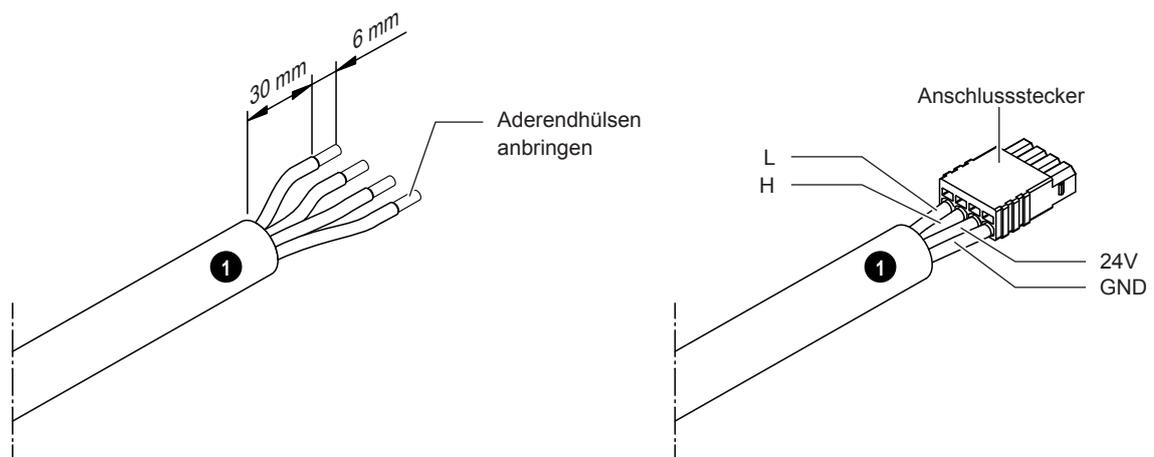
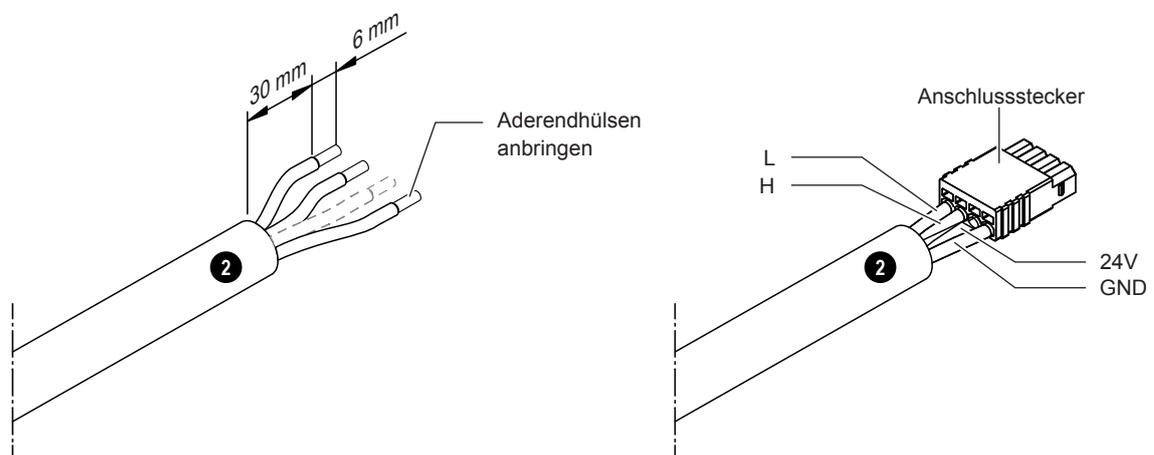

Abb. 25: CAN BUS-Kabel für Anschluss SPA Display vorbereiten
Abb. 26: CANBUS-Kabel für Verbindung Condair Delta SPA Control Box zu Condair Omega vorbereiten
3. Das bzw. die CAN BUS-Kabel ablängen. Das bzw. die Kabelende(n) gemäss Abb. 25 (Anschluss SPA Display) oder Abb. 26 (Verbindungskabel Condair Delta SPA Control Box zu Condair Omega) für den Anschluss der Stecker vorbereiten und den/die Stecker an die/das CAN BUS-Kabel anschliessen.